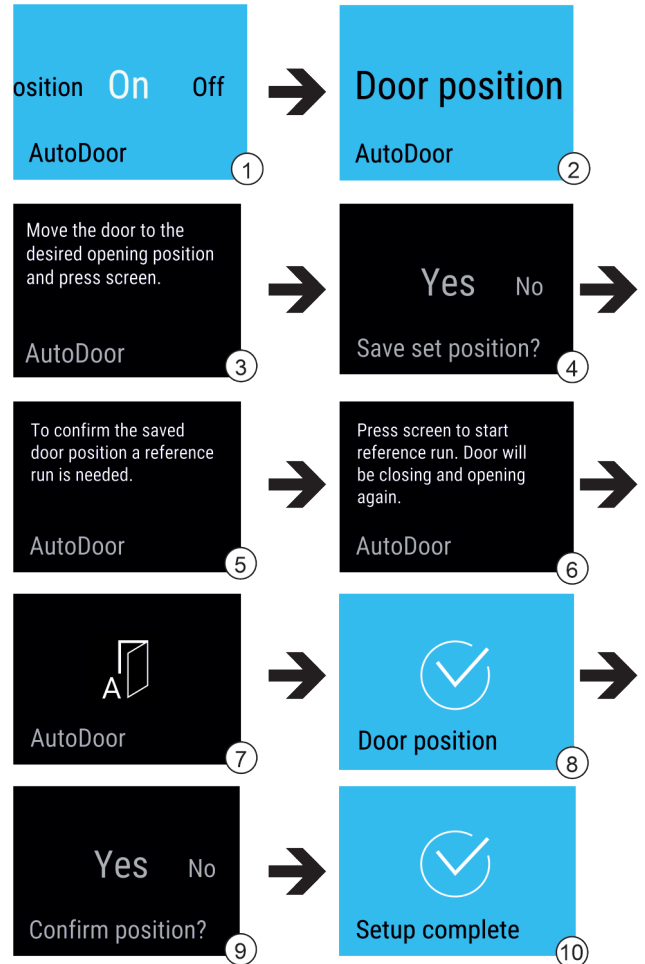

Fig. 17
- ▶ Seleccionar la función AutoDoor. Fig. 17 (1)
- ▶ Deslice la pantalla hasta que aparezca Door position. Fig. 17 (2)
- ▶ Configurar el ángulo de apertura de la puerta: Abra la puerta al menos 70°. Fig. 17 (3)
- ▶ Confirmar el ángulo de apertura de la puerta: Toque el mensaje que aparece en la pantalla. Fig. 17 (4)
- ▶ Iniciar el recorrido de referencia: Toque la pantalla. Fig. 17 (6)
- ▷ La pantalla parpadea. Fig. 17 (7)
- ▷ El recorrido de referencia se ha realizado correctamente: La pantalla está azul durante 2 segundos. Fig. 17 (8)
- ▶ Confirmar el ángulo de apertura de la puerta. Fig. 17 (9)
- ▷ La pantalla está azul. Fig. 17 (10)